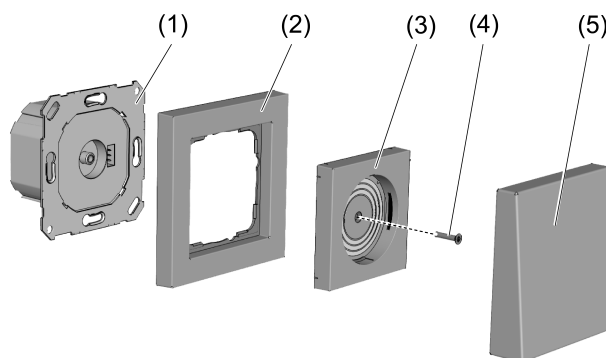

Figura 1
- Montare la cornice e la copertura e applicare l'apparecchio di illuminazione (Figura 1).